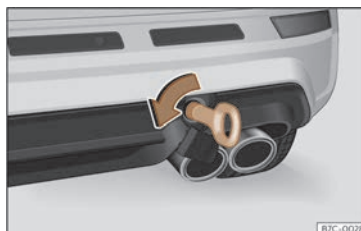

Fig. 192 Partea dreaptă a barei de protecție spate: inel de remorcare înșurubat.
- Înșurubați inelul de tractare în carcasă, prin rotire completă **în sens antiorar** >>> **fig. 192**, >>> ①. Utilizați un obiect adecvat, care să permită strângerea completă și sigură a inelului de tractare pe carcasă.